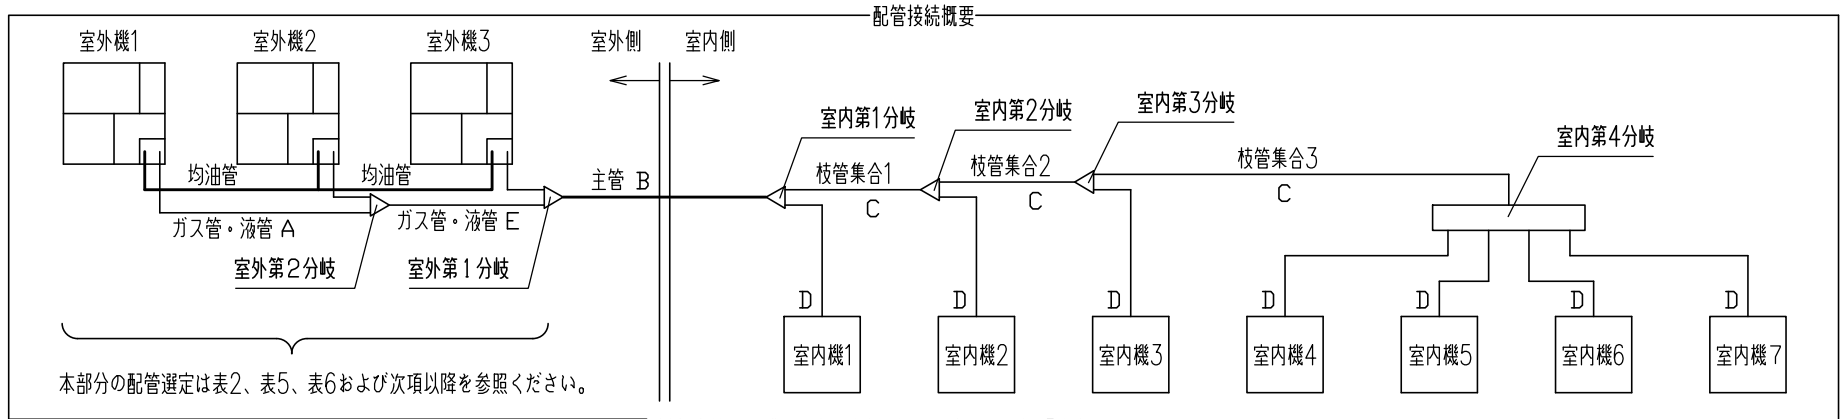

図1
(1) 主管（室外側の分岐～室内側の第一分岐間）：図1のB部
(2) 室外機～室外機側の分岐間：図1のA部
(3) 室内側の第一分岐～室内側分岐間：図1のC部
但し、主管（図1のB部）サイズを超えないでください。
(4) 室内側分岐～室内機間：図1のD部
(5) 3台組合せ用室外分岐管間配管選定：図1のE部